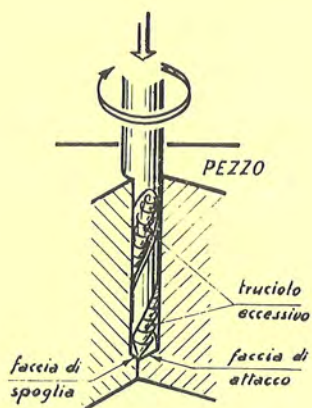

Fig. 4
- b) nei fori profondi scaricare i trucioli con frequenza (fig. 4);
- o) se la lunghezza della spirale dell'elica è minore di quella del foro da eseguire, la punta si riempie di trucioli e si rompe; occorre perciò scaricare sovente i trucioli (fig. 4).
- h) separare la parte (A) con incisioni dello scalpello da ambo le facce sull'incudine (fig. 4);
- i) far saltare l'estremità (A) sostenendo il pezzo con le tenaglie;